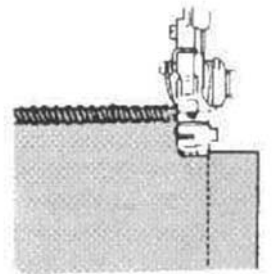

Fig. 99
5. Tournez le textile à coudre et abaissez le pied-de-biche ❶, afin que la lame supérieure ❷ se trouve sur la même ligne que le bord de coupe (Fig. 99).